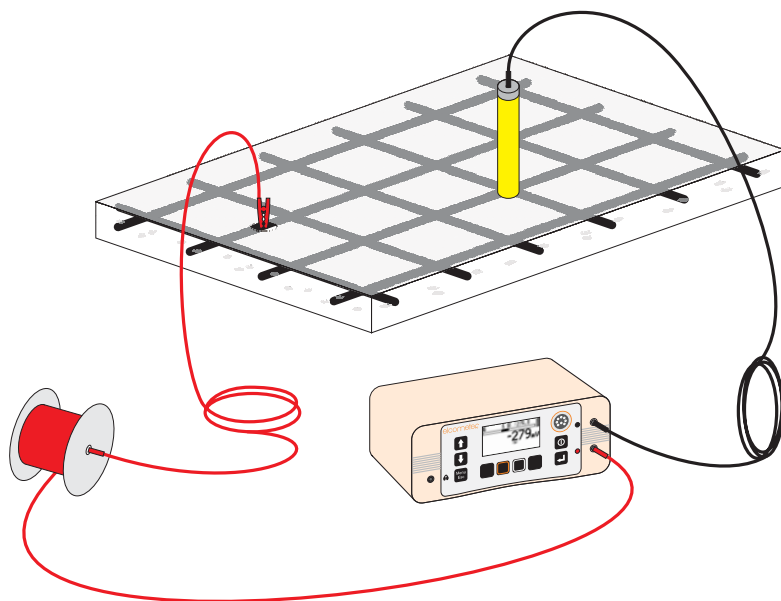

Figure 14. Montage classique pour mesure par électrode de potentiel
6. Connecter le câble rouge et le dérouler jusqu'à la borne rouge du pachomètre (Figure 14). Connecter le câble noir entre la sonde et la borne noire du pachomètre.